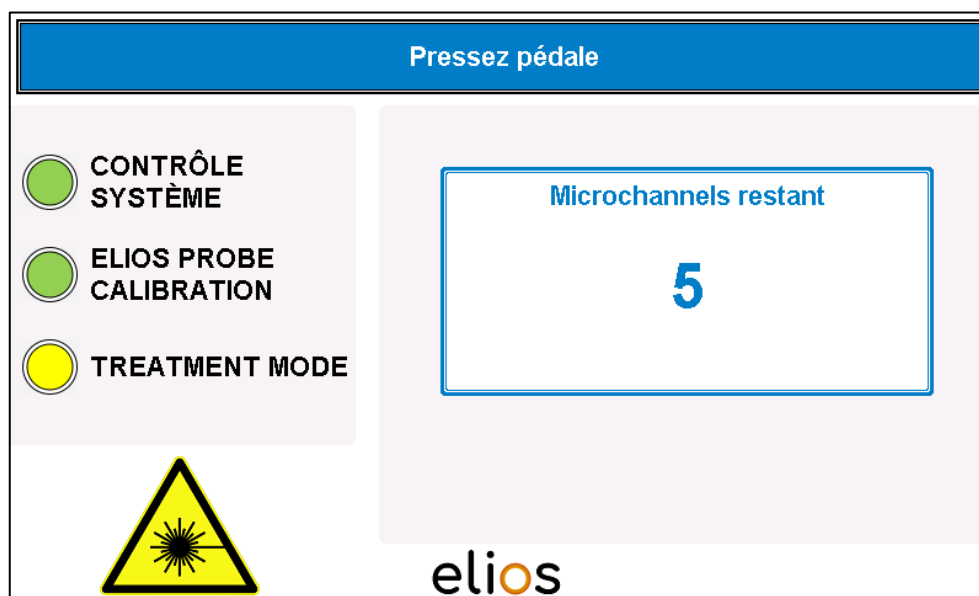

Fig. 4-16: TREATMENT MODE
- Lorsque le nombre maximal de 20 impulsions par microchannel est atteint, l'émission laser est arrêtée automatiquement et le programme passe à la fenêtre suivante et 20 impulsions supplémentaires sont disponibles (Fig. 4-16).
- Si l'interrupteur à pédale est relâché prématurément, l'émission laser s'arrête automatiquement et le programme passe aussi automatiquement à la fenêtre suivante (Fig. 4-16).